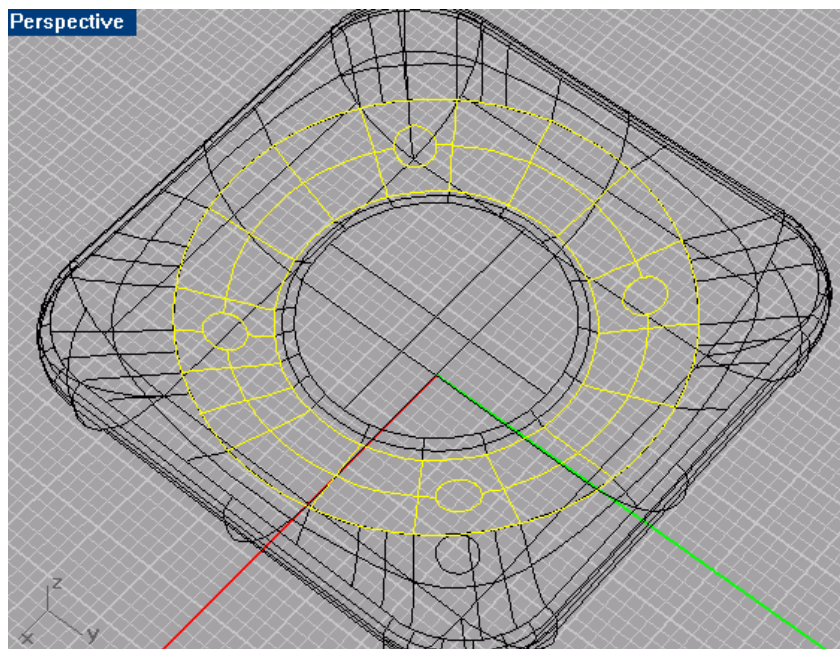

图 1-3-11
step3: 接下去我们要用该曲面去切割实体，点击图标  Split: 先选择实体，按回车键，再选择曲面，按鼠标右键完成运算，用同样的方法，完成剩下的三个曲面的切割。最后删除曲面和被切割下的圆形曲面。炸开实体，结果如图 1-3-11 所示：